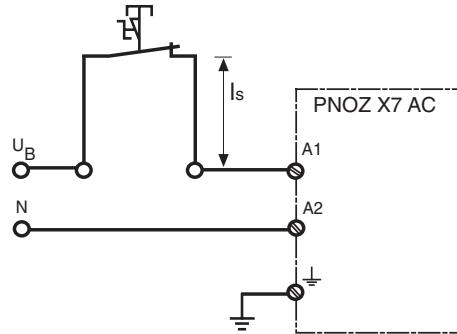

Fig. 4: Longitud de cable Is del conductor de derivación/
- Conductor de derivación (v. fig. 4): longitud máx. del conductor de derivación I_s y capacidad máxima del cable C_L dependiendo de la tensión de alimentación U_B :
- Stub line (v. fig. 4): max. lungh. stub line I_s e max. capacità cavo C_L in base alla tensione di alimentazione U_B :
- Aftakking (zie fig. 4): max. lengte van de aftakking I_s en max. kabelcapaciteit C_L afhankelijk van de voedingsspanning U_B :